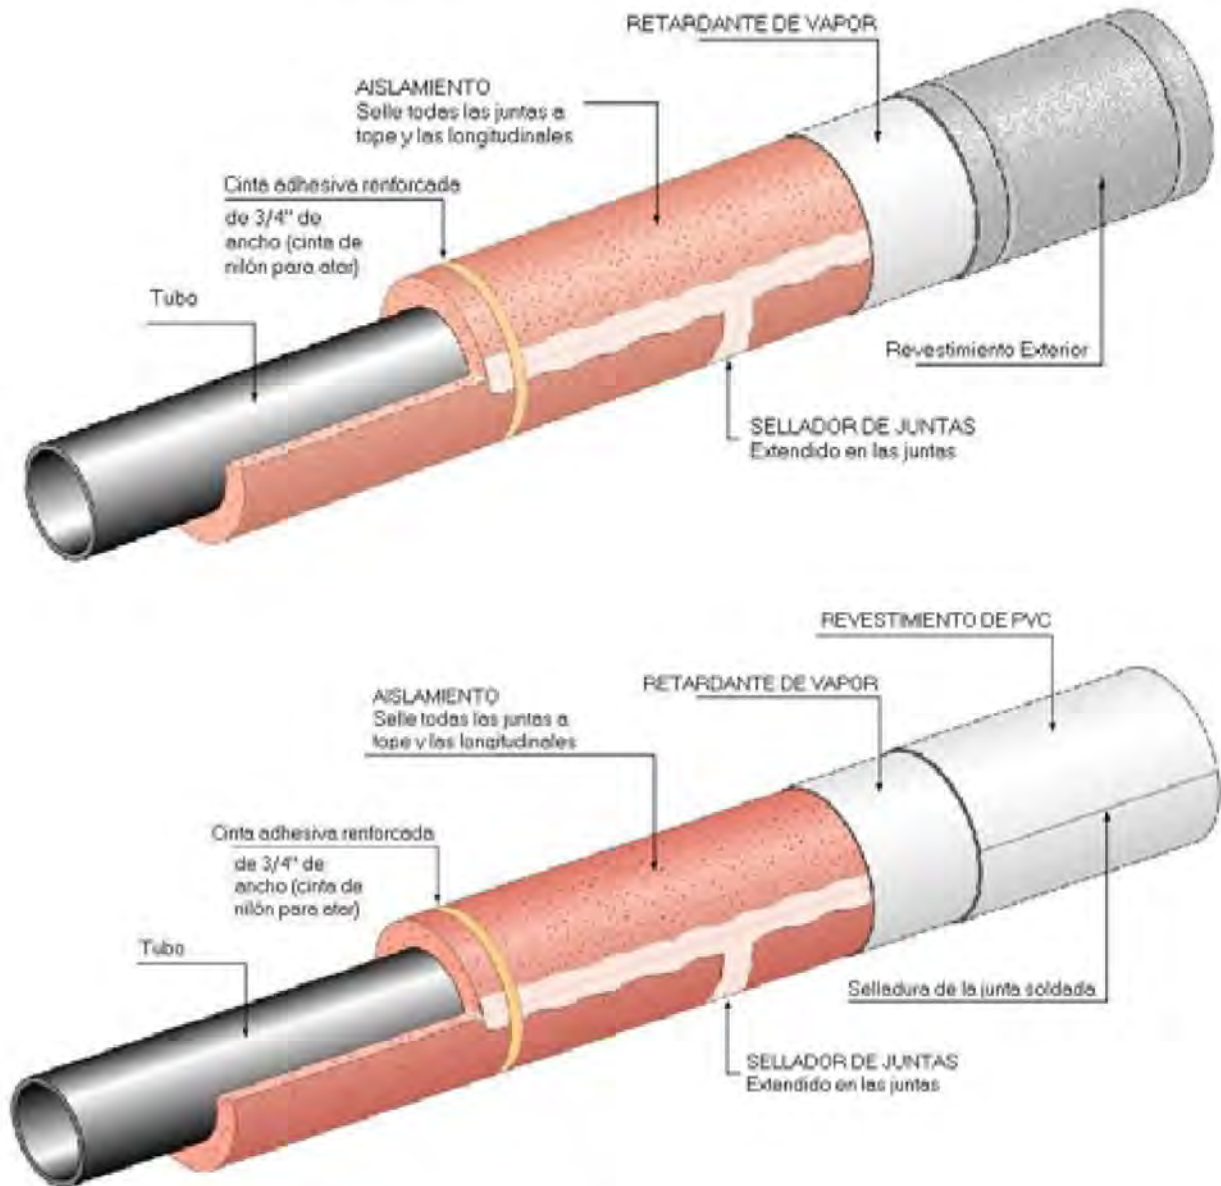

Figura 2
- 4.1.1 Alterne las medias secciones de aislamiento de manera que el fin de las juntas estén alternadas entre las medias secciones superiores e inferiores en 6 a 18 pulgadas en las capas de aislamiento a las que no se haya aplicado un retardante de vapor en la fábrica. En el sistema de una capa, las juntas longitudinales deben orientarse entre las medias secciones en las posiciones 3 y 9 del reloj en la tubería. Consulte la Figura 2 en el Apéndice B.